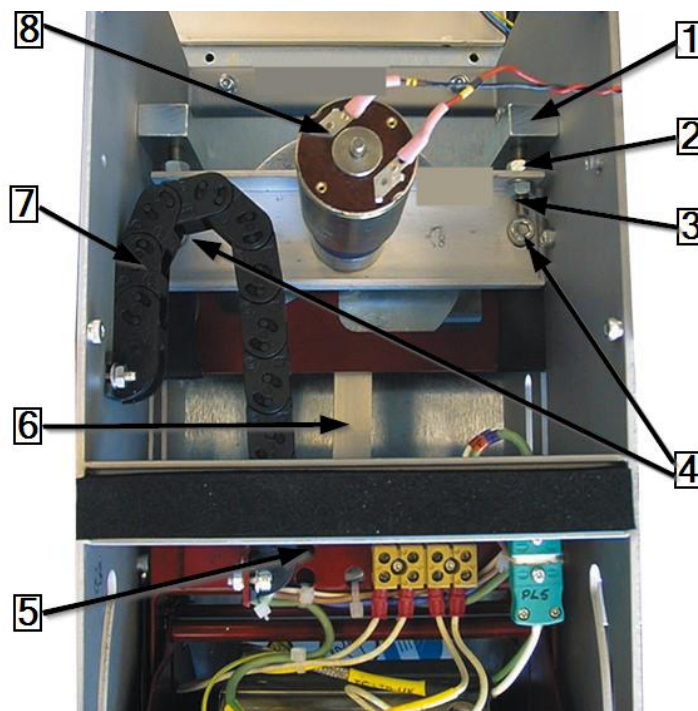

Fig. 77 Gruppo motore (vista frontale)
- Per la descrizione dettagliata, vedere 0 Fig. 77 Gruppo motore (vista frontale), pagina 109). Allentare i controdadi M6x40 (2) sulle viti di posizionamento (3) nei blocchi dei cuscinetti del motore e rimuovere le viti di posizionamento.
- Allentare le 2 viti di fissaggio (4) con cui è fissata la piastra di base del gruppo motore.
- Estrarre il perno posteriore del volano del motore (1) (vedere sotto) dal volano.